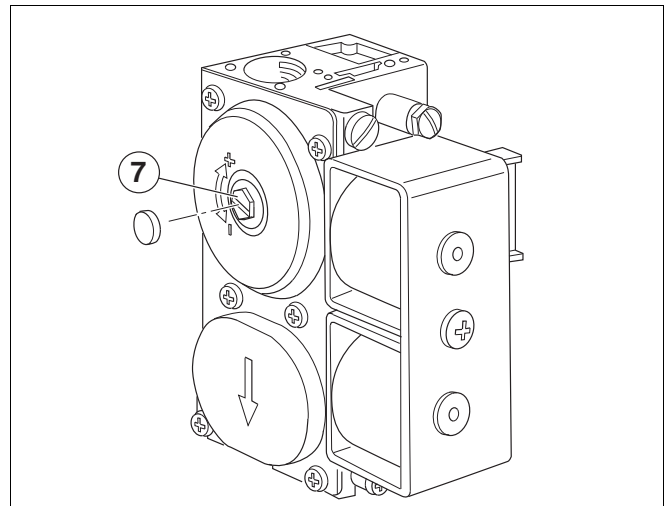
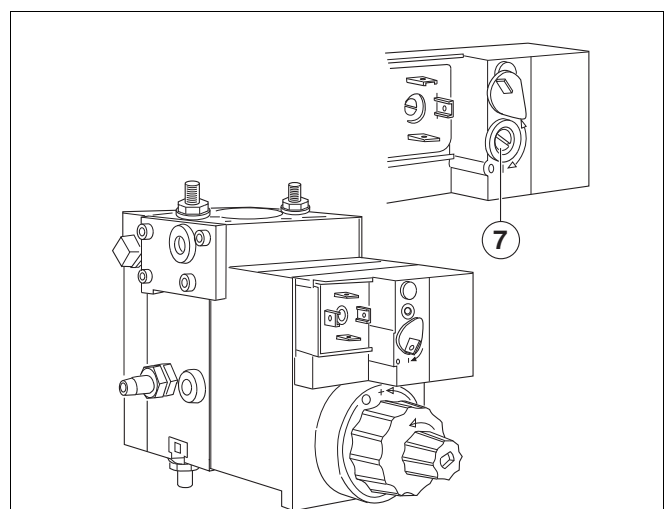

fig. 6 Válvula do queimador a gás SIT 830 Tandem
fig. 8 Válvula do queimador a gás Dungs MBDLE
- Remover a tampa ou parafuso de protecção sobre o parafuso de ajuste para pressão dos injectores (fig. 6 até 7); em Dungs MBDLE remover a tampa de fecho (fig. 8).
- Corrigir a pressão dos injectores, rodando o parafuso de ajuste na direcção mais ou menos (fig. 6 até 8).